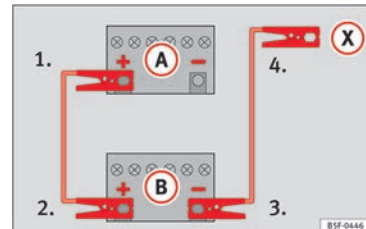

Abb. 67 Anschlussschema für Fahrzeuge ohne Start-Stopp-System.
mit der entladenen Fahrzeugbatterie (A) » Abb. 67.
3. Klemmen Sie das andere Ende des roten Starthilfekabels an den Pluspol (+) des stromgebenden Fahrzeugs (B).
4. Bei Fahrzeugen ohne Start-Stopp-System: ein Ende des schwarzen Starthilfekabels an den Massepunkt (-) des Strom gebenden Fahrzeugs (B) » Abb. 67 anklemmen.